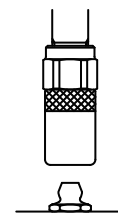

Fig. 4
- 1) 給脂しようとするグリースニップルをきれいに拭いてから、グリースガンのハイドロチャックをニップルに押し当て、可能な限り垂直になるようにセットしてください。ハイドロチャックの爪がニップルの頭部に噛み付きます。(Fig. 4)